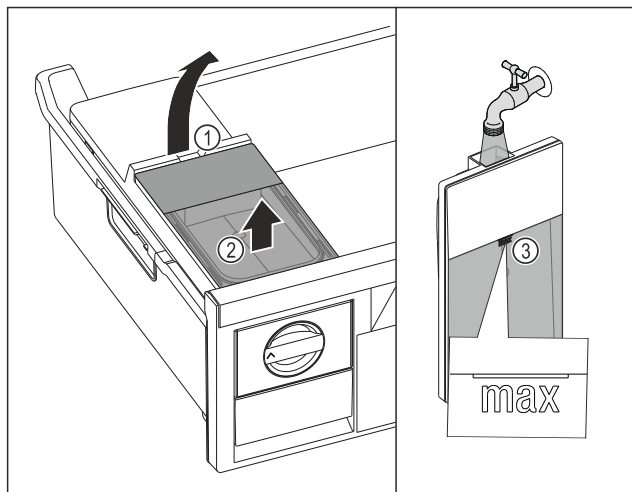

Fig. 67
- ▶ Zbiornik wody unieść za wycięcia Fig. 67 (1).
- ▶ Wyjąć zbiornik wody do góry. Fig. 67 (2)
- ▶ Zbiornik wody napełnić wodą pitną aż do oznaczenia Fig. 67 (3).